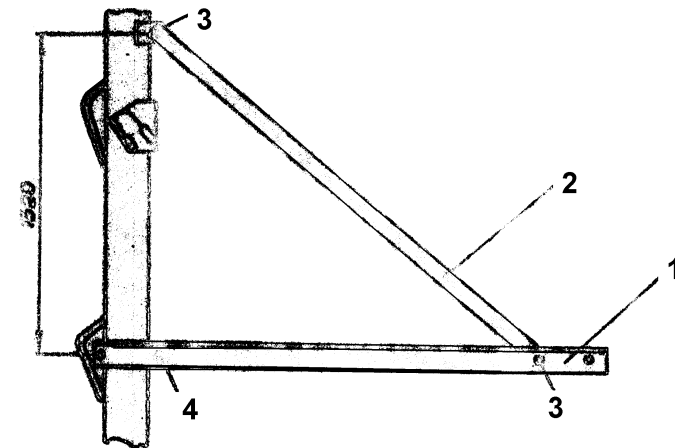

Рис. 9 Установка прицепки для борон ПНЛ 13.000
5.5 Установите прицепку для борон (рис.9). Стяжку 2 прикрепите к основной балке и консоли прицепа 1 болтами, пружинными шайбами и гайками. Консоль прицепа укрепите на основной балке на расстоянии 1320 мм от приваренной планки скобой, пружинными шайбами и гайками.